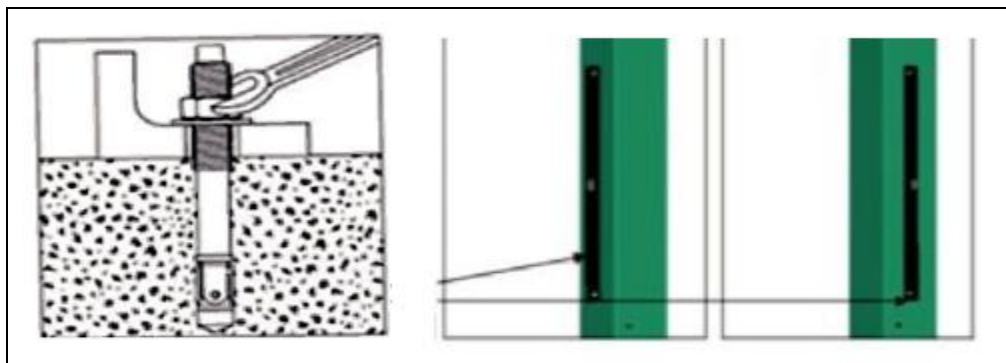

Bild7
7.5 Dübelmuttern mit Drehmomentschlüssel festziehen und Säulenlotrechtigkeit mit Wasserwaage prüfen, ggf. mit Unterlegbleichen ausgleichen (Bild7).